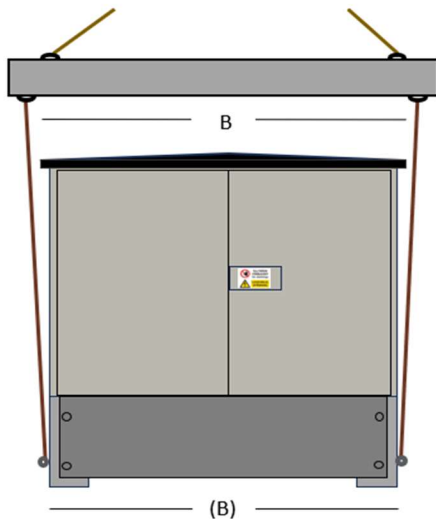

Bild 3
För att lyfta stationen rekommenderas **två (2) lyftok** (Bild 3 och 4) som är så pass långa så att **stropparna inte slår i eller skadar stationen under lyft**. Stationens breddmått finns i Tabell 1.